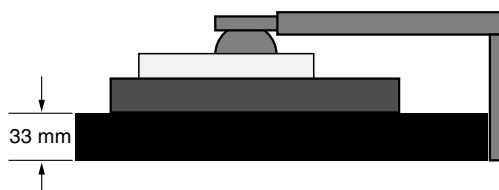

Figura S.1
3. Sitúe el monitor boca abajo en una superficie no abrasiva. (Coloque la pantalla sobre una plataforma de 33 mm para que el soporte quede paralelo a la superficie) (**figura S.1**).